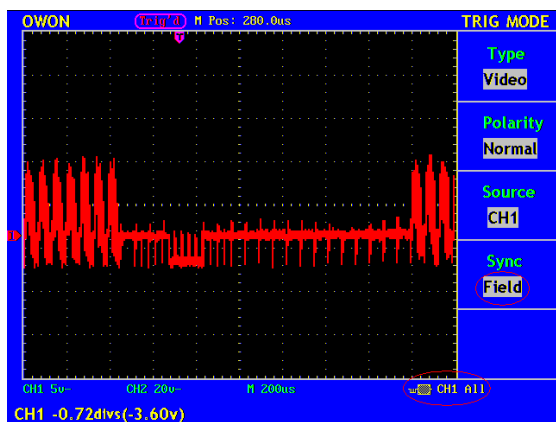

Рисунок 5.22.5. Осциллограмма, полученная при запуске по кадровому синхроимпульсу
5. Нажмите на кнопку F4 и выберите запуск по кадровому синхроимпульсу "Field". Вид экрана при этом показан на рис. 5.22.5.